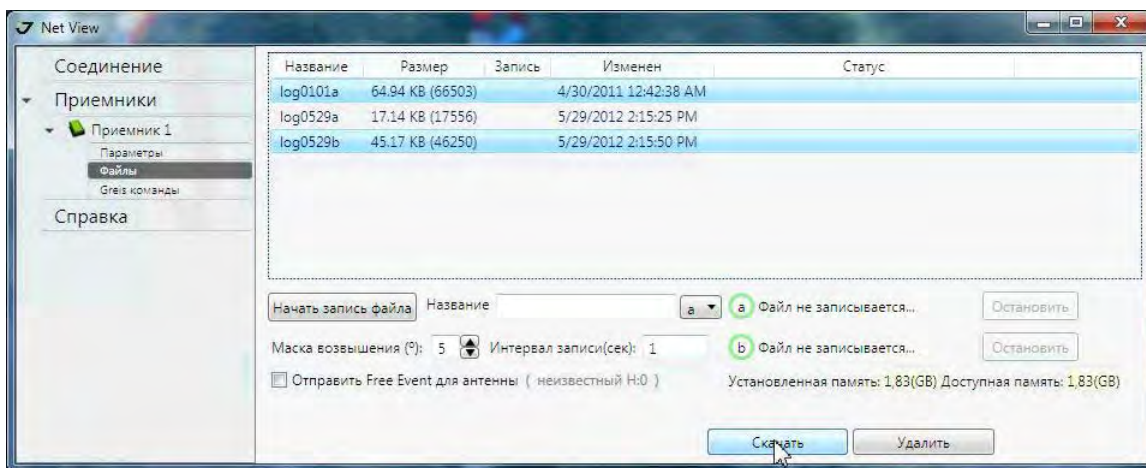

Рисунок 2. Выгрузка файлов
4. Выберите папку, в которую будет выполняться сохранение (Рис. 2 на стр. 40) и нажмите *OK*.